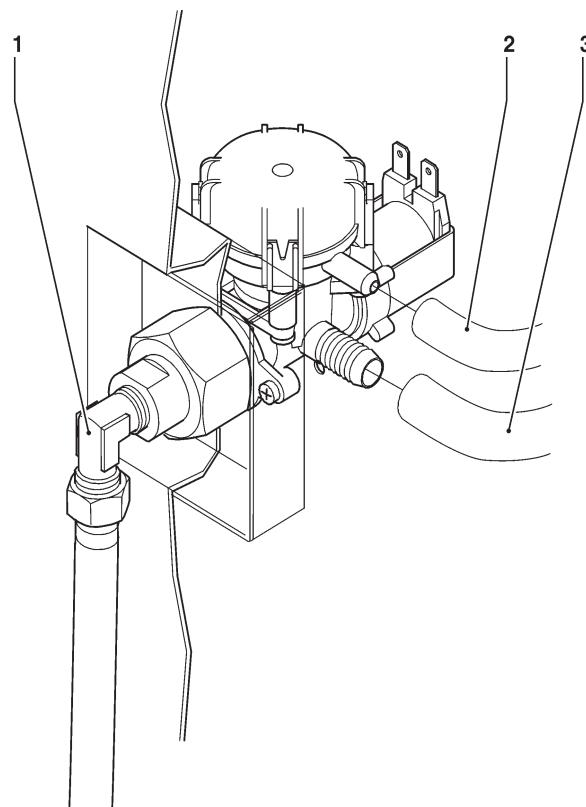

Fig. 18
Avec un tuyau adapté à supporter la pression de réseau et d'un type adéquat pour usage alimentaire (diamètre interne de 6 mm. minimum), connecter le réseau hydrique avec le raccord 3/4" gaz de l'électrovanne d'arrivée de l'eau (voir fig. 18).
L'électrovanne d'arrivée de l'eau (voir fig. 18) est équipée d'un dispositif anti-inondation, qui permet de bloquer mécaniquement l'arrivée de l'eau à la suite d'un défaut de fonctionnement de l'électrovanne ou du mécanisme de contrôle du niveau de l'eau dans la chaudière.
- desserrer le raccord qui fixe le tuyau d'alimentation de l'électrovanne, pour décharger la pression de réseau résiduelle, et le resserrer (voir fig. 18) ;